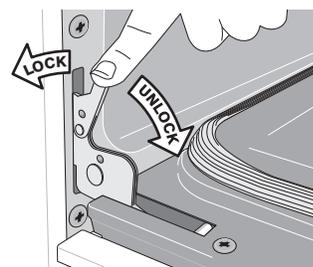

Figura 10: Seguros de las bisagras de la puerta
2. Tire de los seguros de ambas bisagras (izquierda y derecha) hacia abajo desde el marco del horno completamente hacia la puerta del horno (consulte la Figura 10). Es posible que necesite una herramienta como un destornillador pequeño de cabeza plana.
4. Empuje los seguros de las bisagras izquierda y derecha hacia arriba y hacia el interior del marco del horno a su posición bloqueada (consulte la Figura 10).